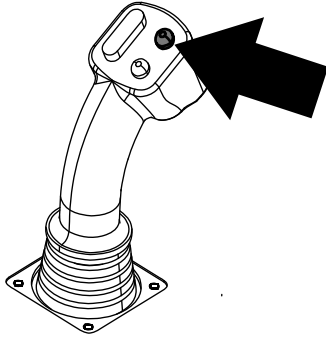
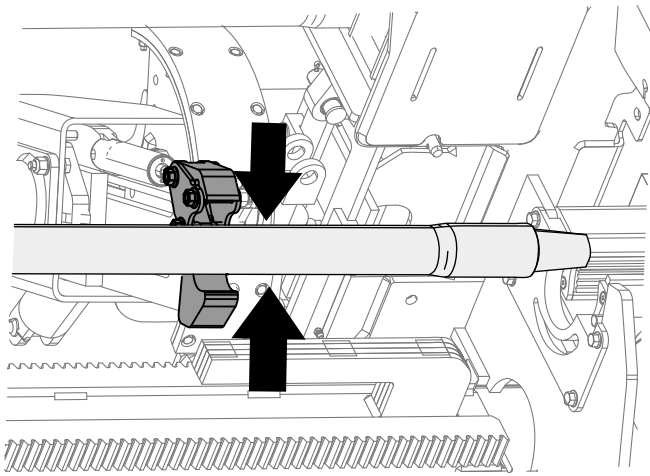

Figure 11
Figure 12
- Maintenez le bouton supérieur enfoncé sur le levier de commande pour saisir la tige (Figure 11 et Figure 12) puis relâchez le bouton.